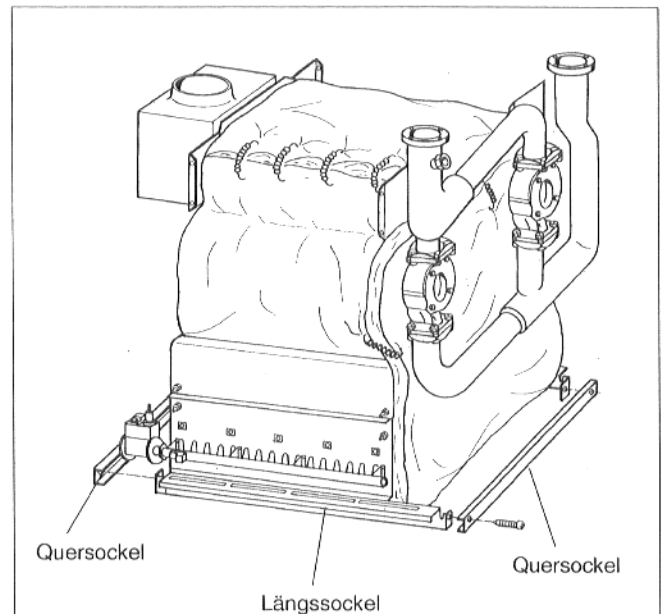
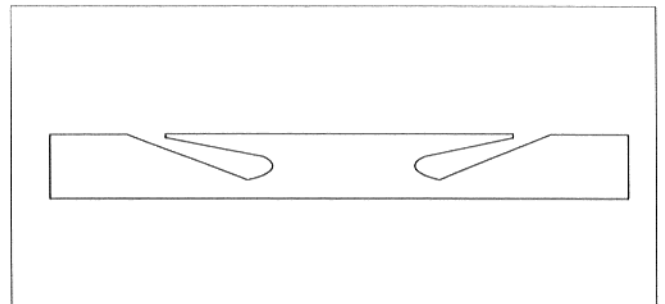

Abb.30
Abb. 30a: Quersockel-Draufsicht
- Quersockel an der Vorder- und Hinterseite der Längssockel befestigen (Abb. 30). Seite mit Schlitzen nach oben (Abb. 30a).